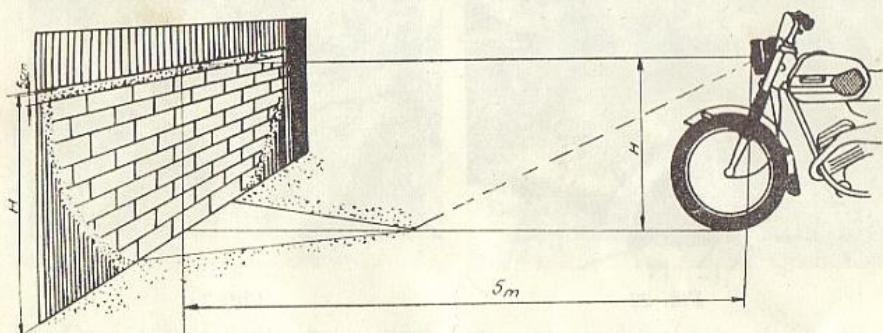

Fig. 24
2. Așezați motoreta pe roți pe o suprafață plană, la 5 m în fața unui perete pe care ați marcat înălțimea H (fig. 24).